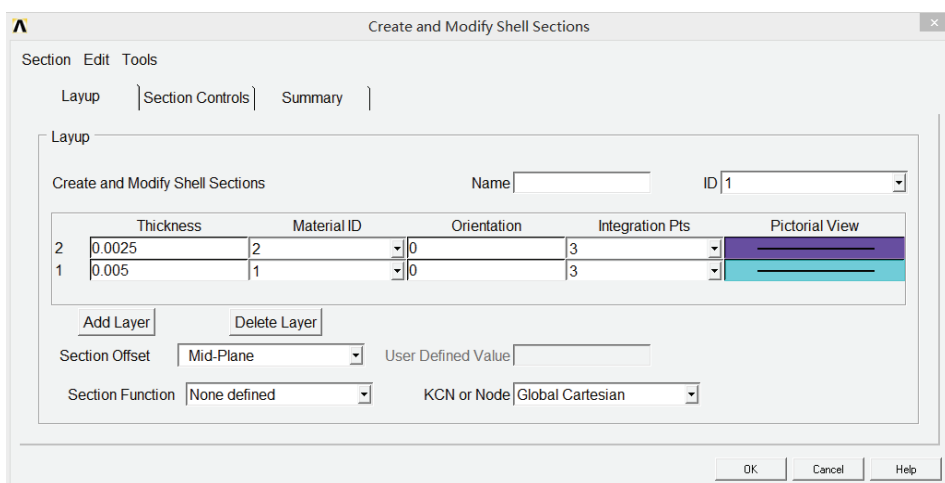

图 6-93 输入单元层信息对话框
8) 选择 Main Menu | Preprocessor | Sections | Shell | Lay-up | Add/Edit 命令, 出现 Create and Modify Shell Sections 对话框, 参照图 6-93 对其进行设置, 单击 OK 按钮关闭该对话框。